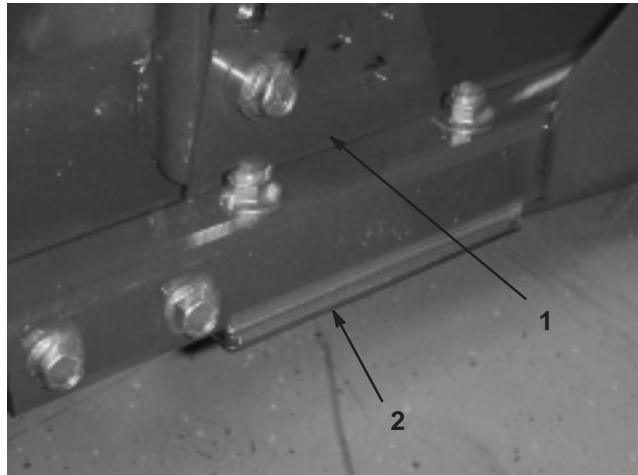

Bild 12
1. Entfernen Sie die Schnitthöheneinstellhalterung (vorne, links oder rechts) vom Mähwerkrahmen (Bild 12).
2. Führen Sie 1,5 mm und/oder 0,75 mm Beilagscheiben zwischen dem Mähwerkrahmen und der Halterung ein, um die gewünschte Schnitthöhe herbeizuführen (Bild 12).